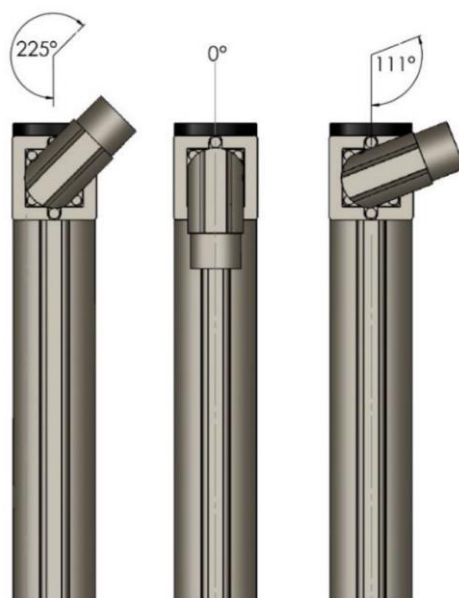

Fig. 17 Réglage du connecteur en C (modules ES30)
Si des connecteurs de moteur C sont prévus pour les modules ES30, les connecteurs C peuvent être tournés dans les deux sens (voir Fig. 17). Dans ce cas, la rotation maximale des connecteurs C doit être respectée.
- S'il est nécessaire de régler les connecteurs, il faut toujours respecter la rotation maximale autorisée (voir Fig. 17).